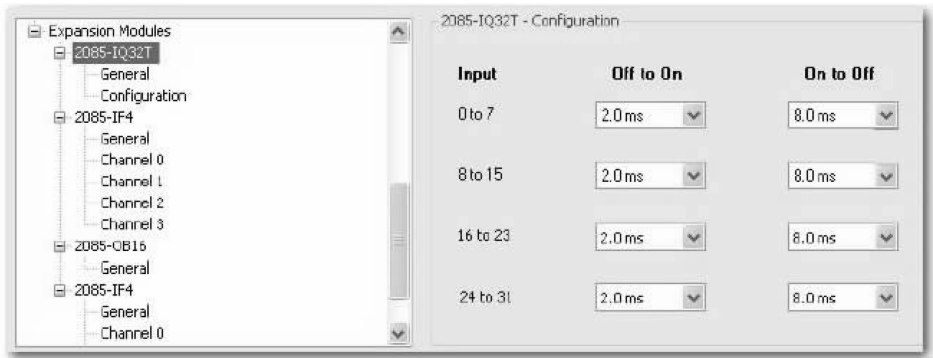

图 3-11 扩展模块详情
1) 选择想要组态的 I/O 扩展设备。扩展模块详情如图 3-11 所示。